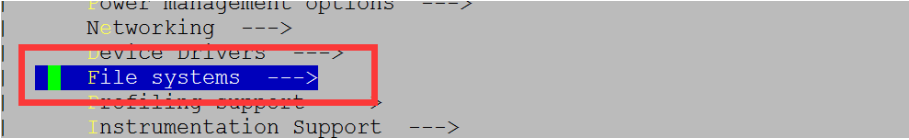

图 7-54 文件系统配置
(1) 在 make menuconfig 命令打开的窗口中选择到 Files systems。如图 7-54 所示：